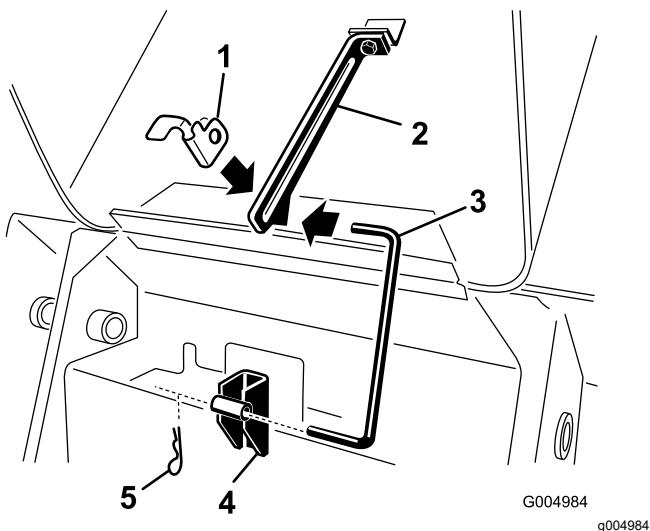

Figure 41
4. Sortez la goupille fendue du bas de la bâquille de capot et sortez la bâquille des supports de retenue et de la languette (Figure 41).
8. Placez la béquille dans les supports de retenue et la languette, et fixez-la en place avec la goupille fendue (Figure 41).